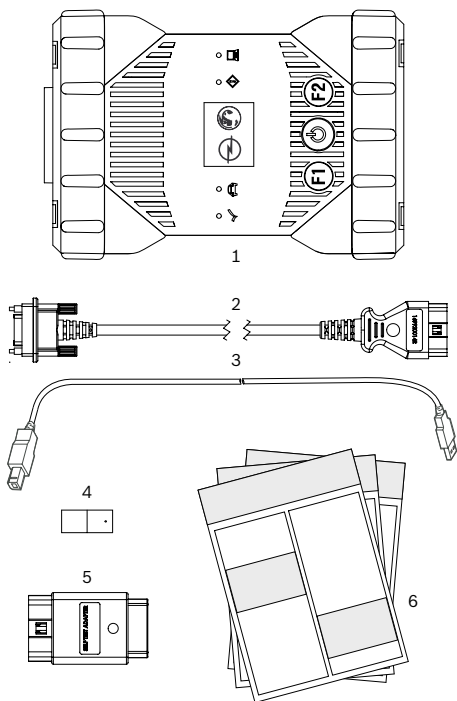

Fig. 1: Pachet de livrare (1a sau 1b)
1. Conectar o Opel-Vauxhall-VCI (fig. 1, pos. 1) com o cabo de conexão OBD à conexão OBD do veículo (fig. 1, pos. 2).